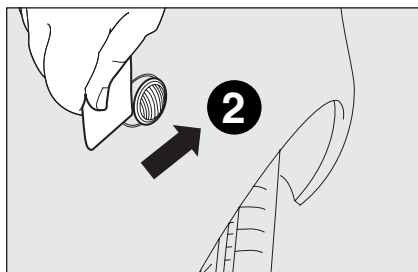

fig. 23b
- ☐ luego hacer palanca en dirección opuesta desde la parte trasera (2 - fig. 23b) y extraer el grupo B;